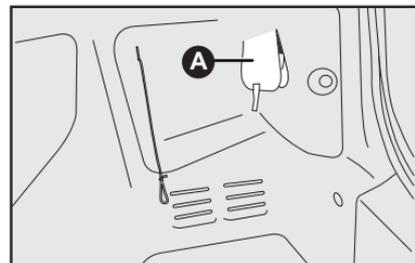

fig. 21
- Levantar la tapa **A-fig. 21**;
- Cerrar la tapa **A-fig. 21**;